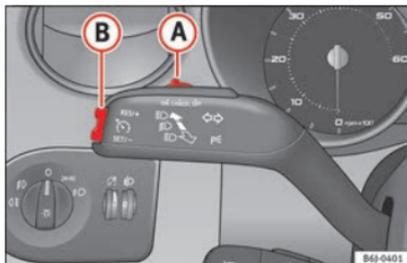

Fig. 147 Levier des clignotants et des feux de route : commande et touche basculante pour régulateur de vitesse.
- Déplacez la commande » fig. 147 (A) vers la gauche pour la mettre sur ON.